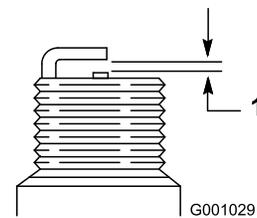

Figure 23
4. Réglez l'écartement des électrodes de la nouvelle bougie à 0,76 mm (Figure 23).